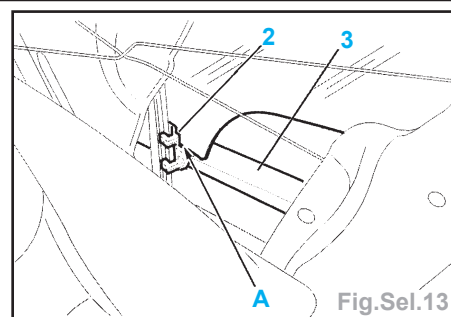

Fig.Sel.13
- le joint lècheur extérieur (1).
- Remonter la glace jusqu'à l'apparition de l'agrafe (2) juste au-dessus de la traverse (3) (Fig.Sel.13).
- Dégager la vitre (2) du côté panneau de porte en A en la contraignant avec la main vers le bas.